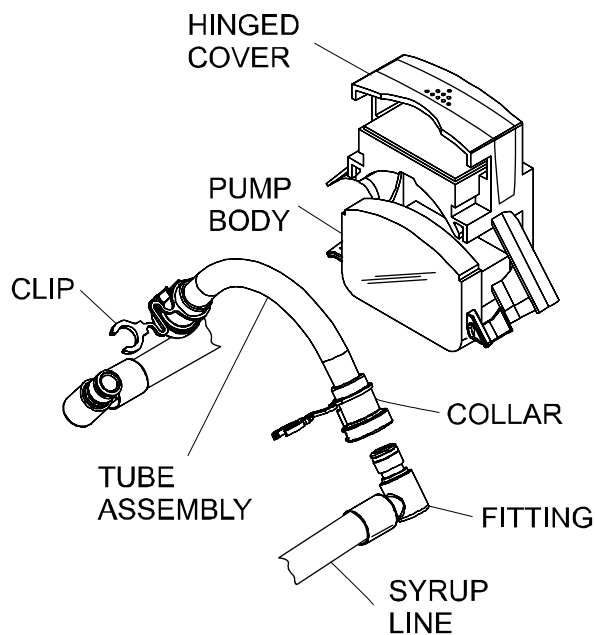

Figura 68
13. Prenda o tubo da bomba pelas duas extremidades e retire-o do corpo da bomba. (Veja a Figura 68.)